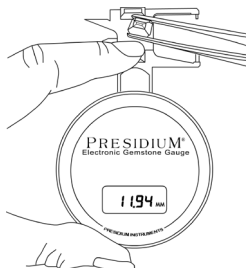

Abb. 2.2
- Ziehen Sie beim Messen loser Steine den Schieber (**Abb. 2.2**) und legen Sie den Stein auf die Schieberfläche. Achten Sie darauf, dass die Grundfläche des Steins parallel zur Schieberfläche steht, damit er sich nicht bewegt.